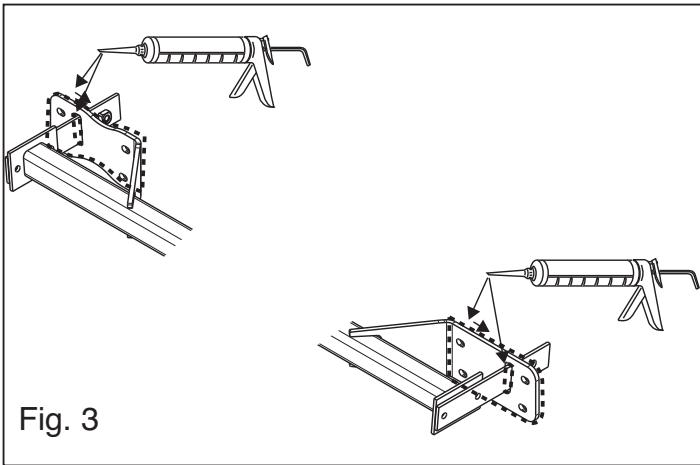

Fig. 3
10. Герметизировать обозначенные части (см. рис. 3).